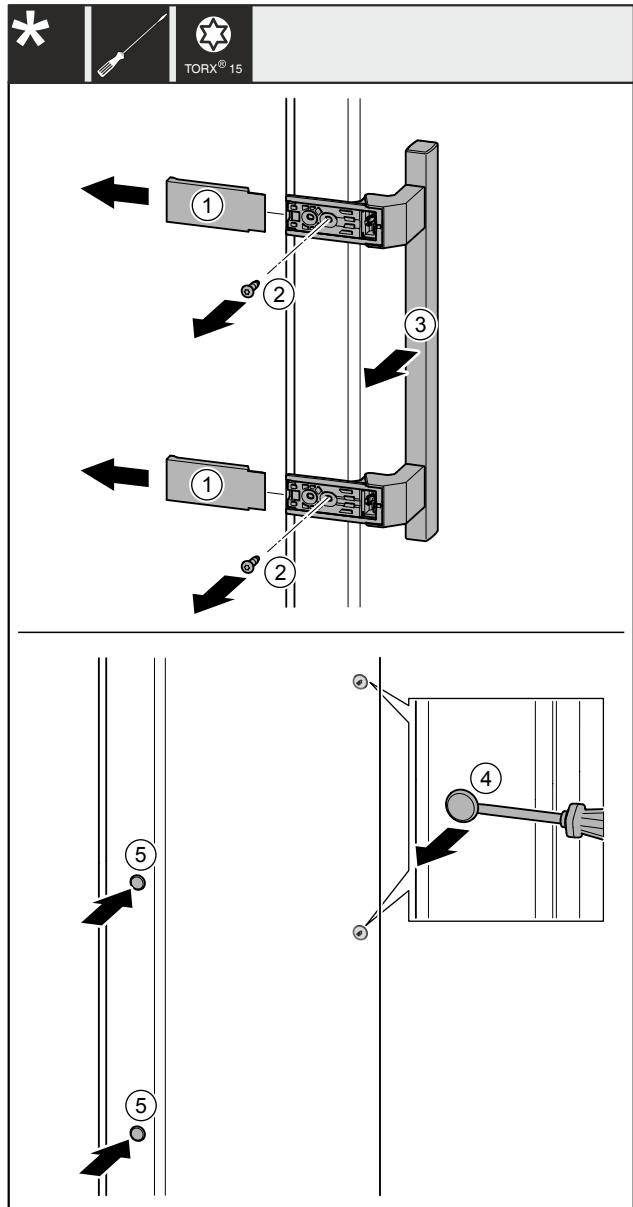

Fig. 27
- Retirer les caches Fig. 27 (1).
- Retirer les vis Fig. 27 (2) avec un tournevis.
- Retirer la poignée Fig. 27 (3).
- Soulever et retirer avec précaution le cache latéral Fig. 27 (4) avec un tournevis plat.
- Replacer le cache Fig. 27 (5) de l'autre côté.